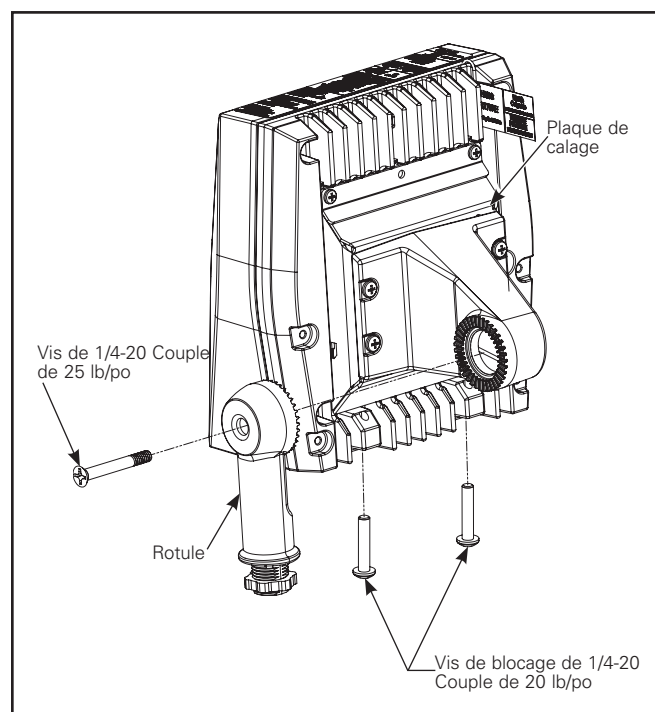

Figure 9. Petit luminaire Axcent
3. Fixez le support de la rotule au luminaire et serrez deux (2) vis cruciformes de 1/4-20 à un couple de 20 lb/po (figure 9). Assurez-vous que les fils d'alimentation électrique du luminaire ne sont pas coincés entre la plaque de calage et le boîtier.